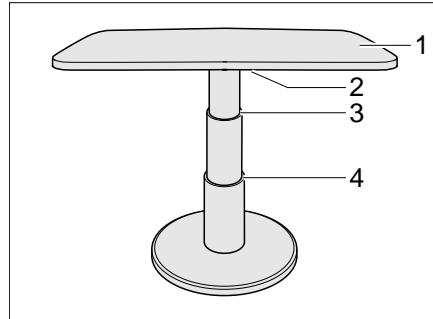

Bild 81 Hubtisch der Rundsitzgruppe
- Den Verriegelungshebel (Bild 81,2) nach links schwenken. Die Verriegelung ist offen.
- Die Tischplatte (Bild 81,1) in der Mitte bis zum gewünschten Anschlag (Bild 81,3 oder 4) nach unten drücken und gedrückt halten.